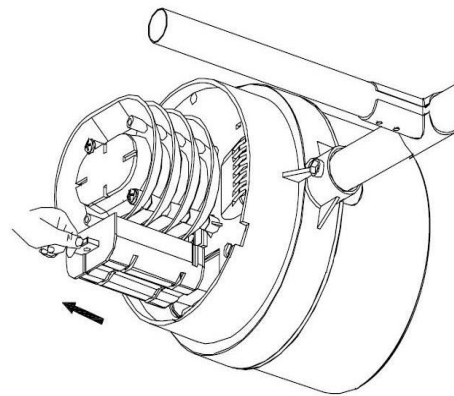

Figure 2
2. Ziehen Sie das Batteriefach heraus (figure 2)